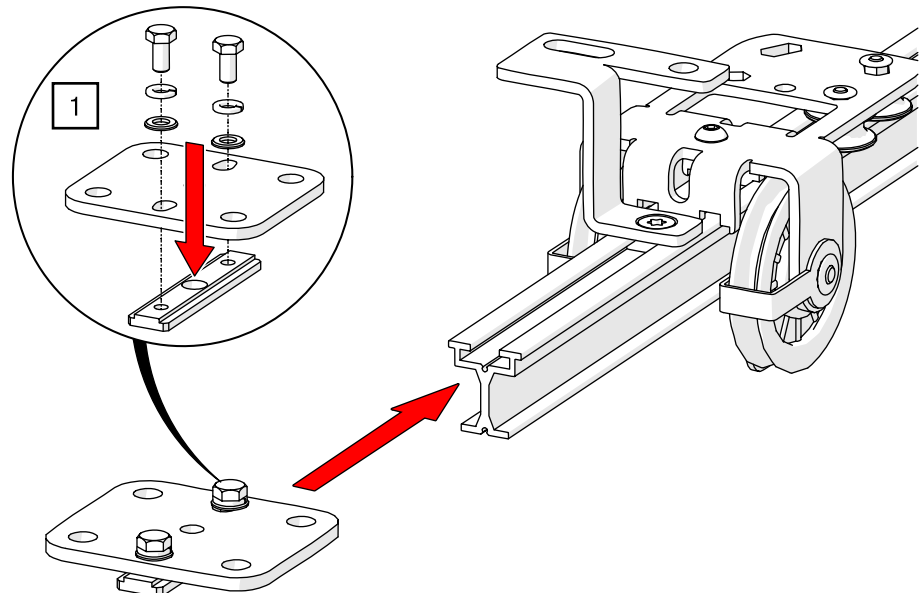

Abb. 116: Manueller Antrieb ROPE-DRIVE – Montageplatte vormontieren
1. Montieren Sie die Montageplatte mit zwei M8-Sechskantschrauben sowie den passenden Unterlegscheiben und Federringen lose vor und schieben Sie diese auf das Schienenprofil direkt hinter die Ableitrolle (siehe Abb. 116).